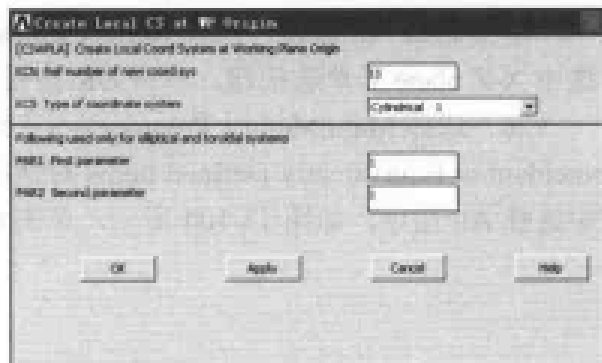

图 13-103 创建局部坐标系对话框
(14) 选择 Utility Menu | WorkPlane | Local Coordinate Systems | Create Local CS | At WP Origin 命令, 出现 Create Local CS at WP Origin 对话框, 参照图 13-103 对其进行设置, 单击 OK 按钮关闭该对话框。